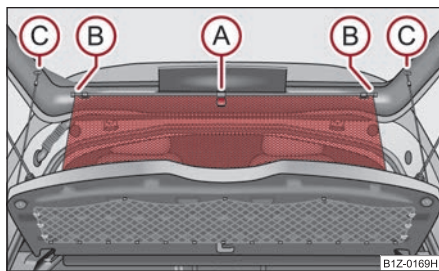

Fig. 68 Desenrollar la cortinilla antisolar enrollable
- Extraer la cortinilla antisolar enrollable por el lazo (A) y colgarla en el soporte (B) ⇒ fig. 68.